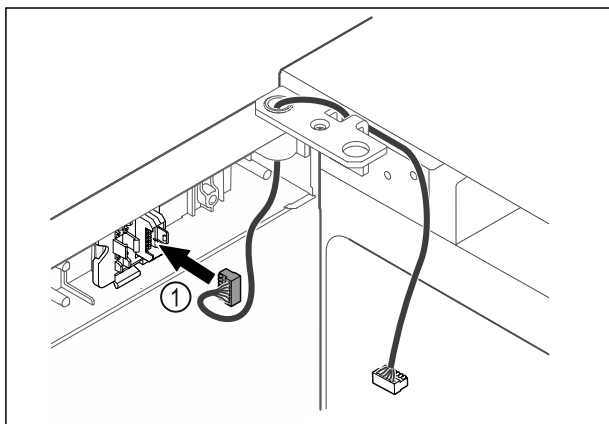

Fig. 63
- ▶ Sæt stikket Fig. 63 (1) i stikholderen.